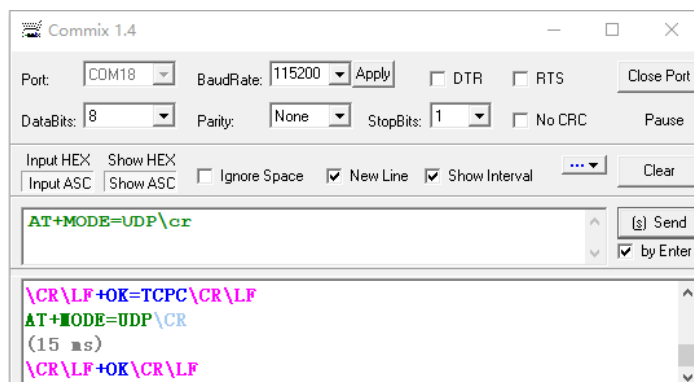

图 6-6 AT 指令设置 UDP 模式
1) 将模块设置为 UDP 模式，目标端口设置为 60000。可通过 AT 指令和网页两种方式进行设置，以 AT 指令设置为例，如图 6-6 所示。具体 AT 指令模式进入操作请参考，AT 指令集部分。
- 2) 如图 6-6 所示, 收到 “+OK”表明模块设置 UDP 模式完成。然后退出 AT 指令模式, 程序自动返回透传模式。